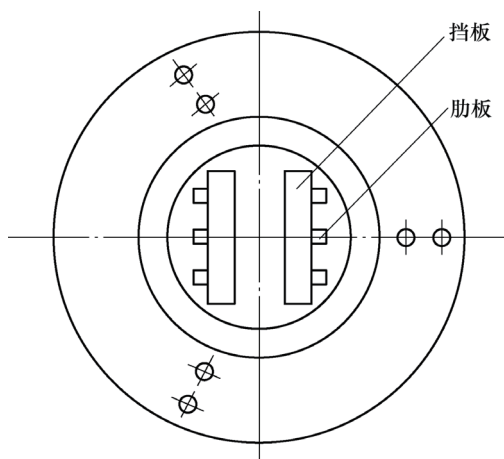
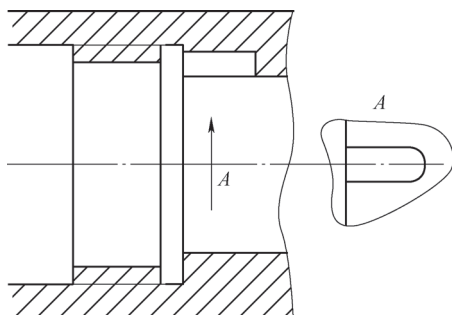
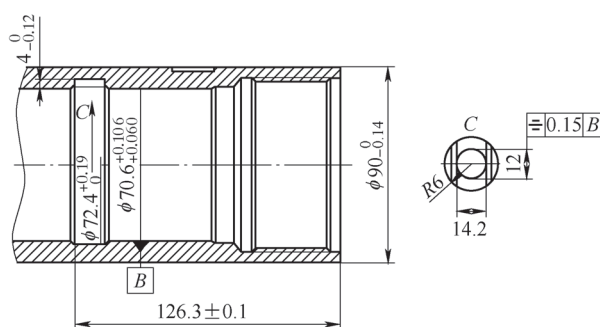

图3 挡板、肋板位置示意
图1 射孔枪管内壁键槽示意
图2 仪器外壳内壁腰形孔示意
5) 将2块夹具挡板焊接在夹具底座中间，两挡板相隔一定距离（见图3）。
6) 将肋板焊接在2块夹具挡板的外侧，增加挡板的强度（见图3）。
在石油测井仪器加工中，经常遇到管子内壁上钻键槽或腰形孔的情况，图1所示为射孔枪管内壁键槽，图2所示为仪器外壳内壁上的腰形孔（即圆孔横向移动较小距离形成的孔）。为加工这2个槽，最早基于卧式铣床设计了一套工具，如图3所示，该工装的介绍文章见《机械工人》2003年第12期《管子内壁巧铣槽》。